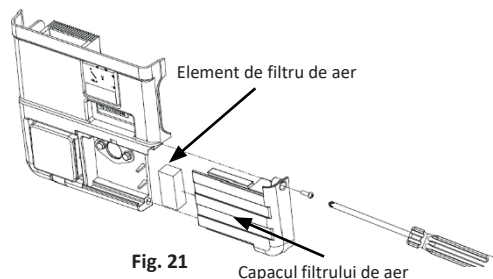

Fig. 21
1. Scoateți elementul filtrului de aer. (Fig. 21)